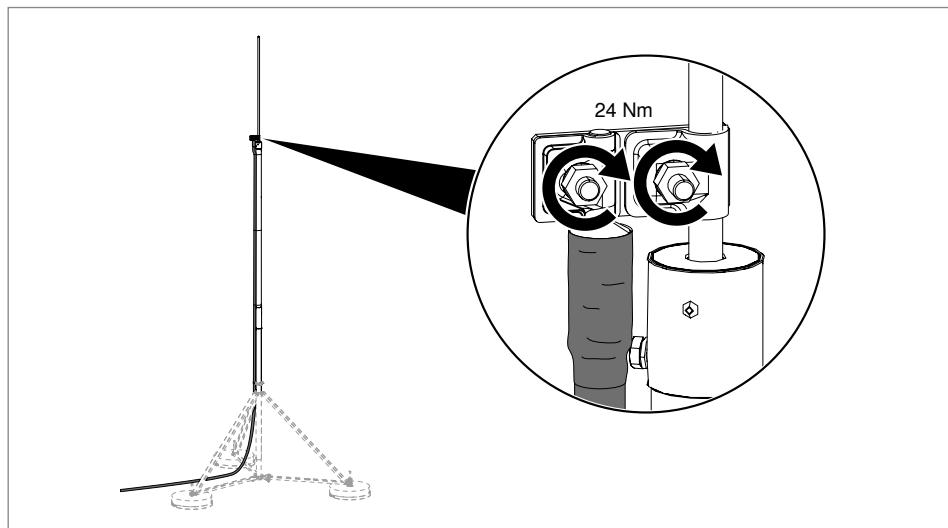

Abb. 37: Anschlussplatte für eine isCon®-Ableitung am Fangmast montieren
1. Die Anschlussplatte (Typ isCon® AP1-16 VA) wie in Abb. 37 gezeigt am unteren Ende der Fangstange montieren. Anzugsdrehmoment: 24 Nm